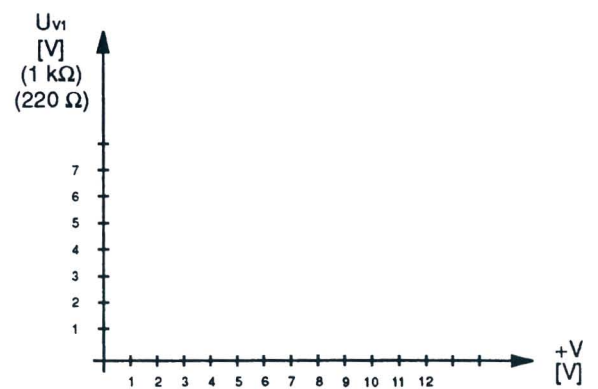

Fig. 6.6
- 26) Construir, en base a los valores de la tabla 6.3, el gráfico de la tensión  $U_{v1}$  con una carga de  $1\text{ k}\Omega$  y con una carga de  $220\Omega$  en función de la tensión +V en la Fig. 6.6.